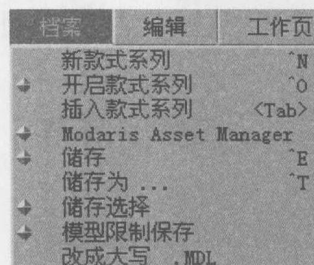

图 1-15
(2) 打开 Lectra Modaris 软件, 在下拉式菜单【档案】中选【新款式系列】, 如图 1-15 所示。